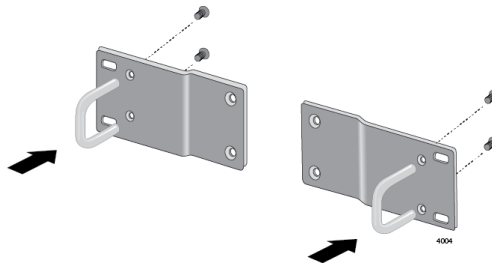

Рисунок 21. Крепление рукояток к кронштейнам
3. Прикрепите рукоятки к коротким кронштейнам при помощи винтов М3х6мм и крестовой отвертки, как это показано на рис. 21.